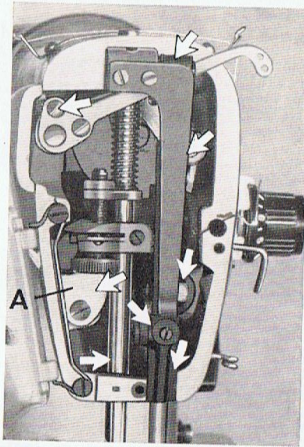

Abb. 52.
Dabei soll man die Maschine nur mit Öl *anfeuchten*. Viel Öl hat gar keinen Zweck, es rinnt nur heraus und beschmutzt die Näharbeiten. Abbildung 52 zeigt Öllöcher und Ölstellen, die vorne im oberen Arm der Maschine zugänglich werden, wenn man den Deckel öffnet.
3. Der Druck des Nähfußes ist zu schwach. Den Druck verstärken, indem man die Einstellmutter nach rechts dreht (Abb. 52).
6. Der Nähfußdruck ist zu schwach, besonders beim Nähen in dickem Stoff. Einstellmutter nach rechts drehen (Abb. 52).
3. Der Nähfußdruck ist zu stark. Die Einstellmutter (Abb. 52) nach links drehen.
1. Der Nähfußdruck zu gross. Die Einstellmutter etwas lösen (Abb. 52).